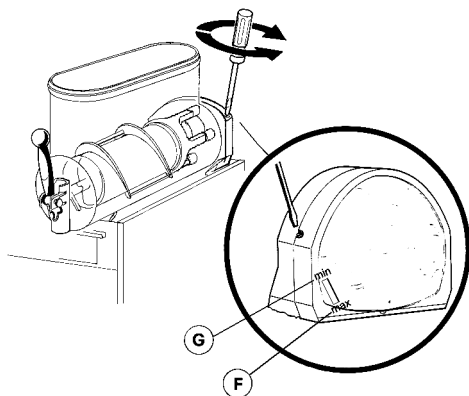

figura 6
**1 Regolazione della densità:** la densità ottimale della granita è stata regolata in fabbrica. Volendo variare tale densità girare con un cacciavite l'apposita vite di regolazione alloggiata in ciascuna delle pareti posteriori del distributore (vedere figura 6):